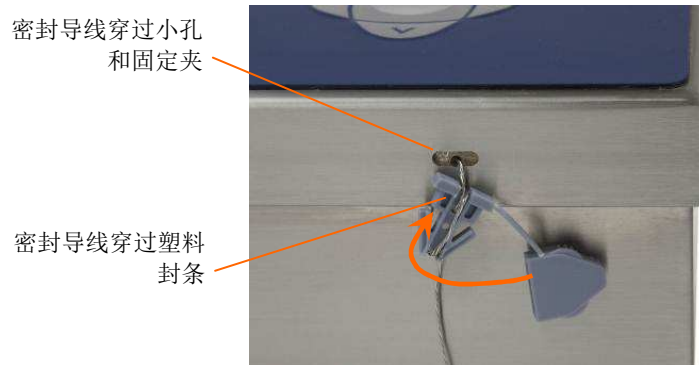

图 2-51: 穿好线后，将固定夹夹上
IND245 仪表的铅封细节见图 2-51，具体步骤如下：
3. 如图 2-51，把密封导线的底端穿过固定夹内的小孔，剪掉绳子多余的部分，然后把固定夹关上